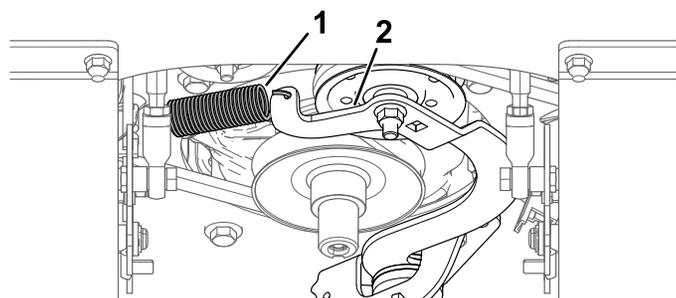

Figura 57
5. Inserte una llave de carraca en el taladro cuadrado del brazo tensor para liberar la tensión de la correa (Figura 57).